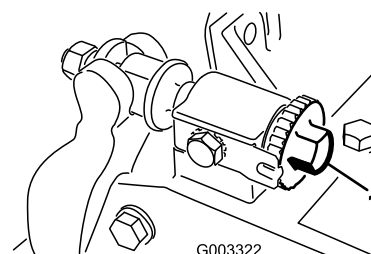

Figura 27
1. Allentate il contatto cilindro/controlama ruotando le manopole di regolazione della controlama (Figura 27) in senso antiorario finché non vi sarà più nessun contatto.